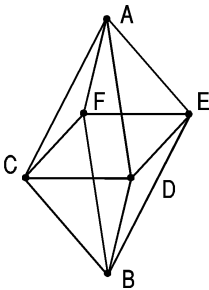

рис.1
**Задача 3.** С учетом электрической симметрии схемы точки С, D, E, F (рис.1) находятся под одним потенциалом. Токи на участках цепи, соединяющих эти точки, отсутствуют. Поэтому данную цепь можно заменить эквивалентной, представляющей собой параллельное соединение четырех ветвей, в каждой из которых последовательно включены два одноомных резистора. *Ответ:* 2 Ом.